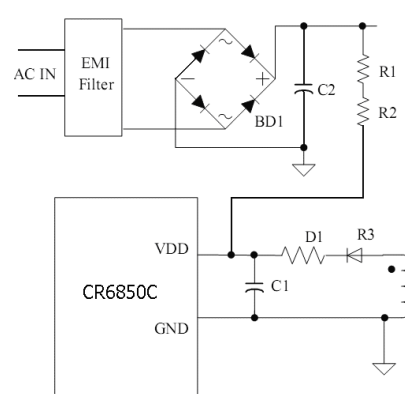

图 1.2.2 整流滤波后启动
- 2) 整流滤波后启动的方式，其启动电路见图 1.2.2 所示;